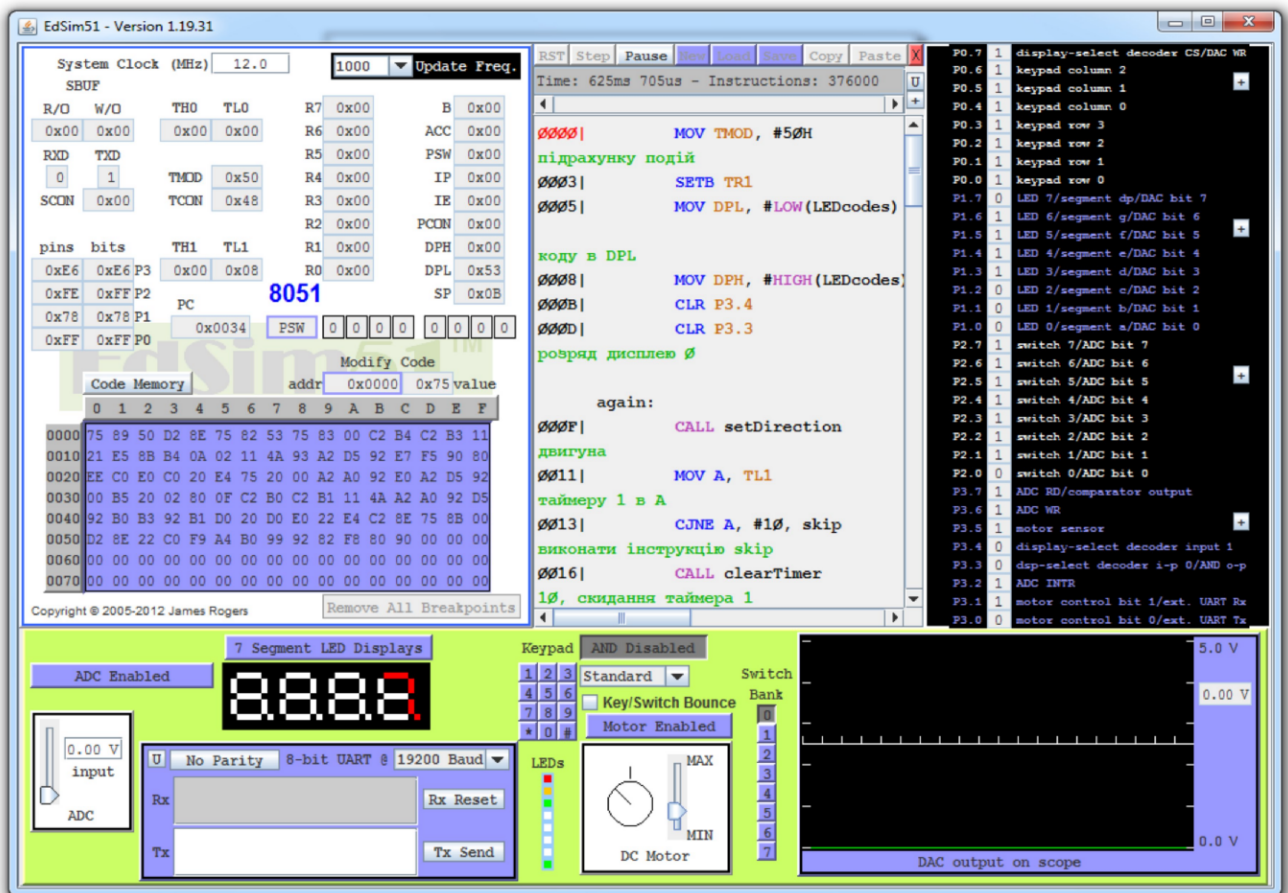

Рис. 2 Інтерфейс програмного симулятора
4.1.1. Відкрити інтерфейс симулятора, двічі клацнувши клавішею миші на архівованому файлі «EdSim51.jar». Відкриється інтерфейс програмного симулятора, зображений на рис. 2.
- **набору команд** програми з клавіатури. Для цього курсор встановлюється в верхній частині панелі і вводиться програма по одній команді в рядку (при потребі, з міткою та коментарем) (див. рис. 2);
4.1.2. Перед виконанням програми необхідно натиснути кнопку **“Assm”** панелі для асемблювання програми. Після цього, якщо команда записана невірно, в рядку під верхнім рядом кнопок панелі (на рис. 2 виділений сірим кольором) з'явиться повідомлення про помилку, а **колір рядка зміниться на червоний**. Червоним кольором буде виділена також невірно написана команда.